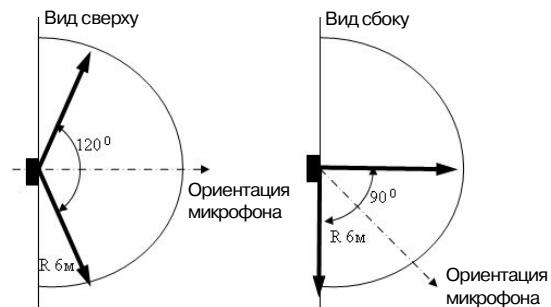

Рис. 3- Диаграмма зоны обнаружения АК-канала
- при выборе места установки следует принимать во внимание диаграмму направленности извещателя (рис. 3);